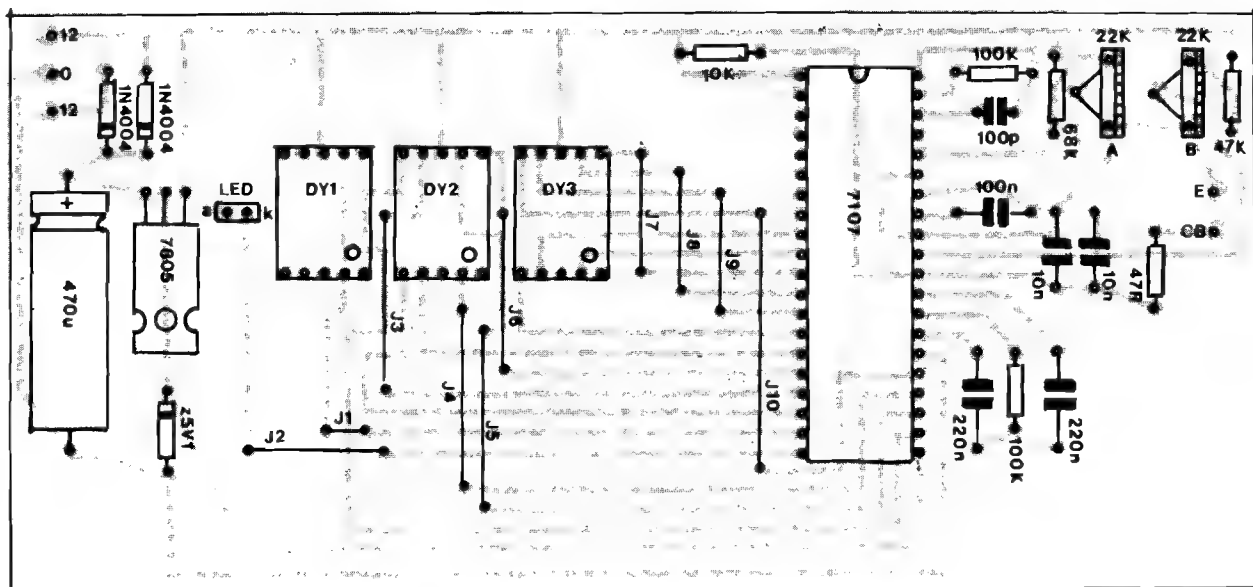

Fig. 5
- **FIG. 5 - "CHAPEADO" DA MONTAGEM** - A placa, agora vista pelo seu lado não cobreado traz a indicação visual, claramente estilizada (dentro das normas adotadas por A.P.E., com as quais Vocês, Leitores/Hobbystas, já estão acostumados...) de todos os componentes, identificados pelos seus códigos, valores, polaridades e outras características... O importante, mesmo, é observar o posicionamento dos componentes **polarizados**: o "Integrado" 7107 deve ficar com sua extremidade "marcada" situada entre os resistores de 10K e 100K, os três **displays** devem ser inseridos na placa, de modo que os "pontos decimais" fiquem no canto inferior direito... Os diodos, inclusive o **zener**, devem ser posicionados considerando a "direção" da extremidade marcada com um anel ou faixa... A polaridade do capacitor eletrolítico deve ser observada... A inserção e o posicionamento do Integrado 7805 também merecem atenção (na placa, depois de ter seus terminais devidamente soldados e dobrados, ele fica com a sua "costa" metálica voltada para cima...). Quanto ao LED, seus